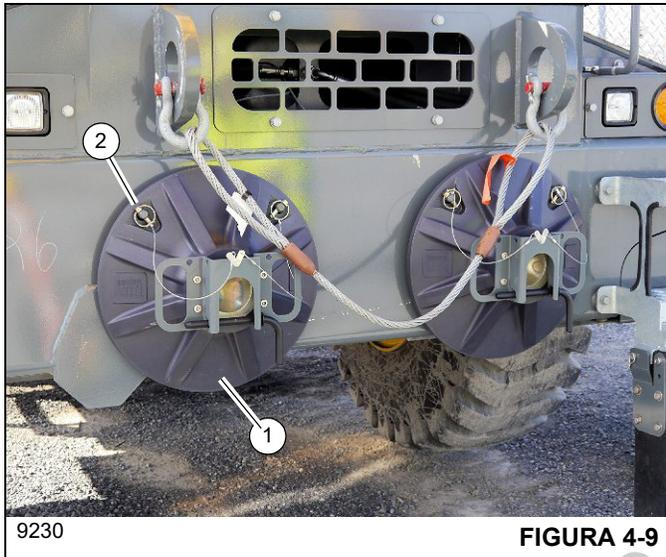

FIGURA 4-9
7. Retraia as patolas dos estabilizadores (Figura 4-9).